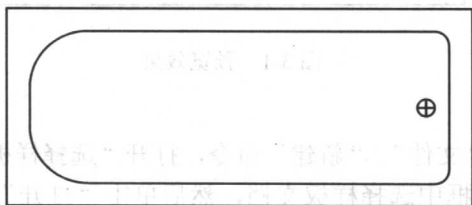

图 3-5 绘制漏水孔
5. 选择“绘图”/“圆”/“圆心、半径”命令,绘制一个半径为 30mm 的圆。再选择“绘图”/“直线”命令,捕捉圆形的象限点,绘制两条垂直相交的直线,如图 3-5 所示。